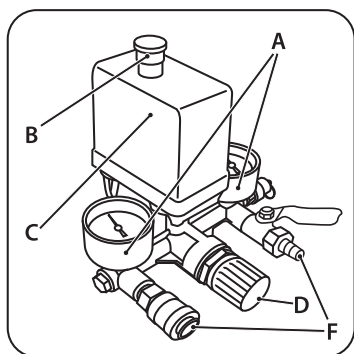

рис. 11
Для запуска проверить, что переключатель реле давления находится в положении «Выкл» («OFF») (рис. 11). Вставить вилку в сетевую розетку или подключить ток плавным выключателем-автоматом (если он имеется) и запустить компрессор при помощи выключателя реле давления, переводя его в положение «Вкл» («ON») (рис. 11).
По истечении времени обкатки закрыть клапан слива конденсата и проверить, чтобы компрессор нагнетал воздух в ресивер и останавливался автоматически по достижении максимального рабочего давления, указанного на индикаторе манометра (A) (рис. 11).
Компрессор работает полностью автоматически при помощи реле давления (C) (рис. 11), останавливающего двигатель по достижении максимального давления и запускающего компрессор при падении давления до минимального установленного уровня (на 2 бара меньше максимального рабочего давления).
Для правильного использования компрессора проверьте оптимальное значение давления для инструмента, которым вы должны пользоваться. При помощи выходного редуктора и манометра расхода выходного воздуха возможна регулировка выходного давления сжатого воздуха. Для выполнения этой операции нужно повернуть вентиль редуктора (D) по часовой стрелке для увеличения давления, а против часовой стрелки — для уменьшения давления. По окончании работы рекомендуется перевести значение выходного давления на ноль по манометру (A) (рис. 11). Эта операция нужна для предотвращения увеличения погрешности и быстрого износа редуктора.
Подключение пневматического инструмента к компрессору осуществляется с помощью выходного быстросъемного штуцера (F) (рис. 11).